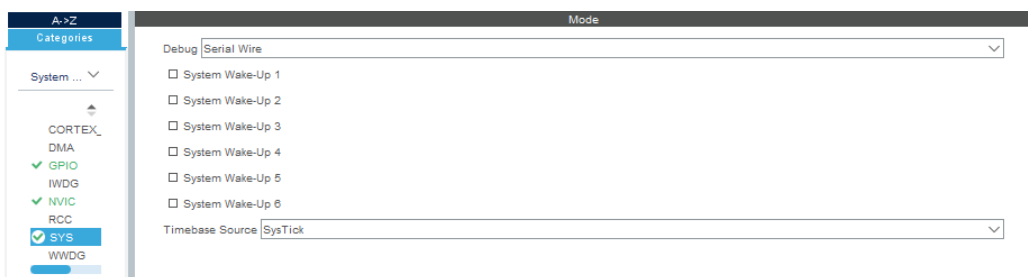

Figure 1 : Configuration SYS
1. Sur **SYS** on choisit **Serial Wire** Comme **Debug** et **SysTick** comme **timebase Source** (Figure 1)